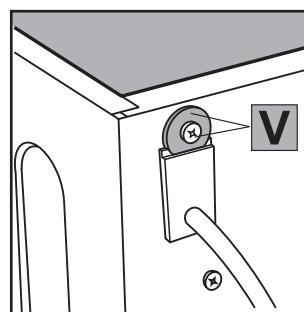

Fig. 15
4. Togli la vite e la rondella **V [fig. 15], che servono da fermo al passacavo.**